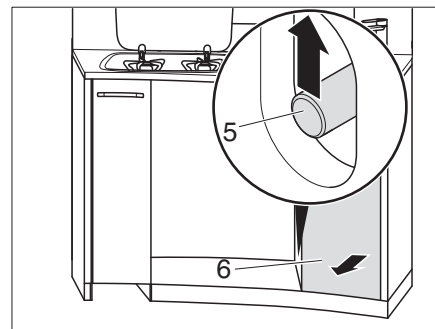

Bild 126 Låsa upp hög kökslåda
- Ta tag genom öppningen och skjut skjutstången (Bild 126,5) uppåt.